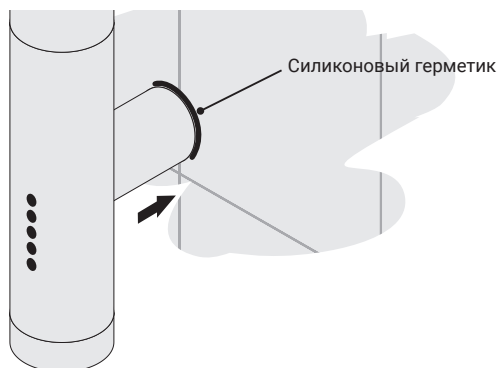

Рис.22
5.2.9. Для повышения степени защиты загерметизируйте швы по контуру примыкания модуля скрытого подключения и стены (рис. 22).